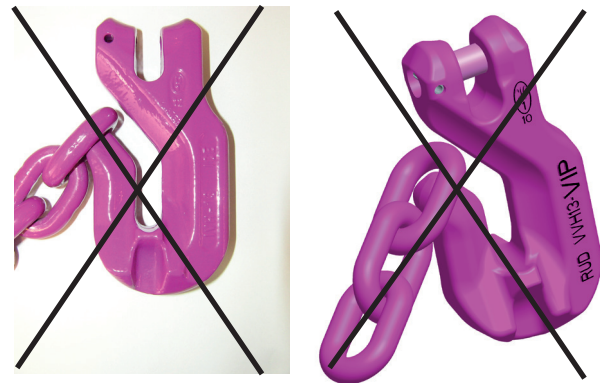

Fig. 9: E' vietato l'aggancio sulla punta del gancio.
- Non è consentito il caricamento sulla punta del gancio accorciatore (Fig. 9)